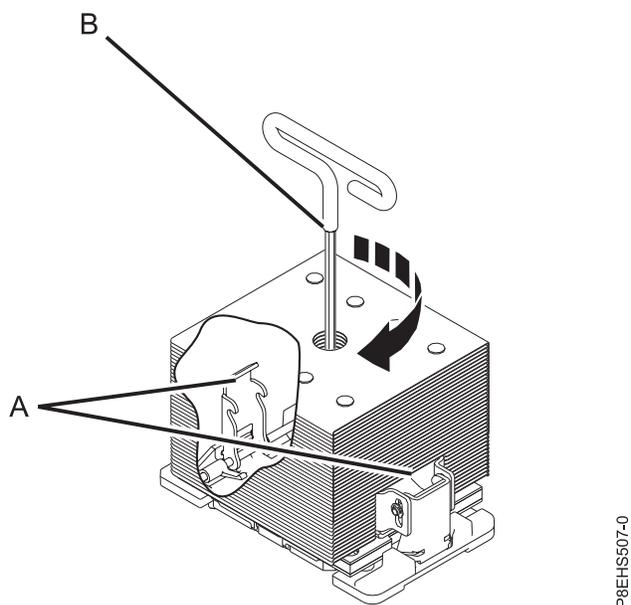

図 111. ヒート・シンク上の中央にあるロードねじの締め付け
- a. ヒート・シンク・ロード・アームが掛かっていることを確認します ( 111 ページの図 111 の (A) を参照)。
- b. 付属の六角棒スパナを使用して中央のロードねじ ( 111 ページの図 111 の (B) を参照) を時計回りに締め、止まるまでしっかり締め付けます。ヒート・シンクが大きくぐらつく場合、ロード・アームがきちんと掛かっていません。中央のロードねじを緩め、このステップをもう一度繰り返してください。